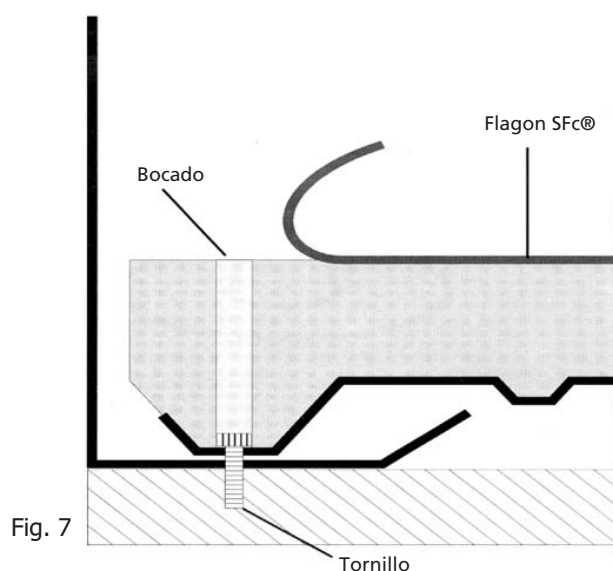

Fig. 7
- Con la ayuda del taladro y del atornillado colocar los tornillos de sujeción en uso (fig. 7).
- Después de haber efectuado la fijación, colocar nuevamente el bocado de la espuma de poliuretano, previamente retirada, en su lugar (fig. 7).